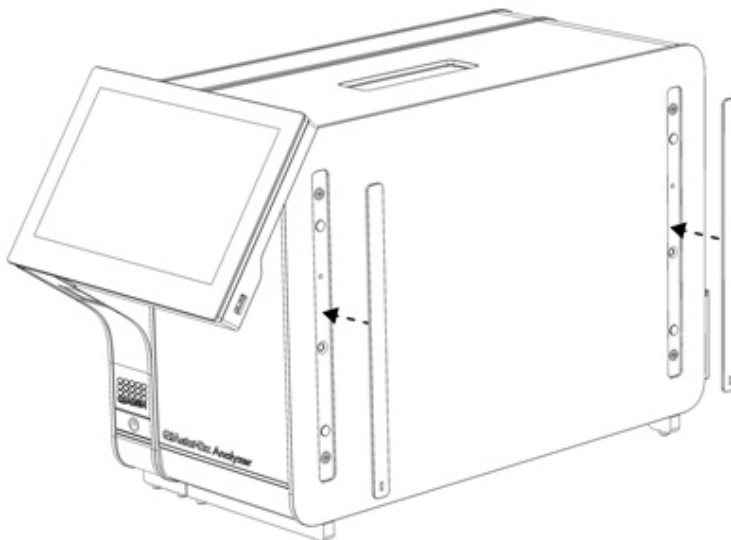

Figura 7. Recolocação das tampas protetoras.
4. Volte a colocar as tampas protetoras na parte lateral do módulo analítico (Figura 7).